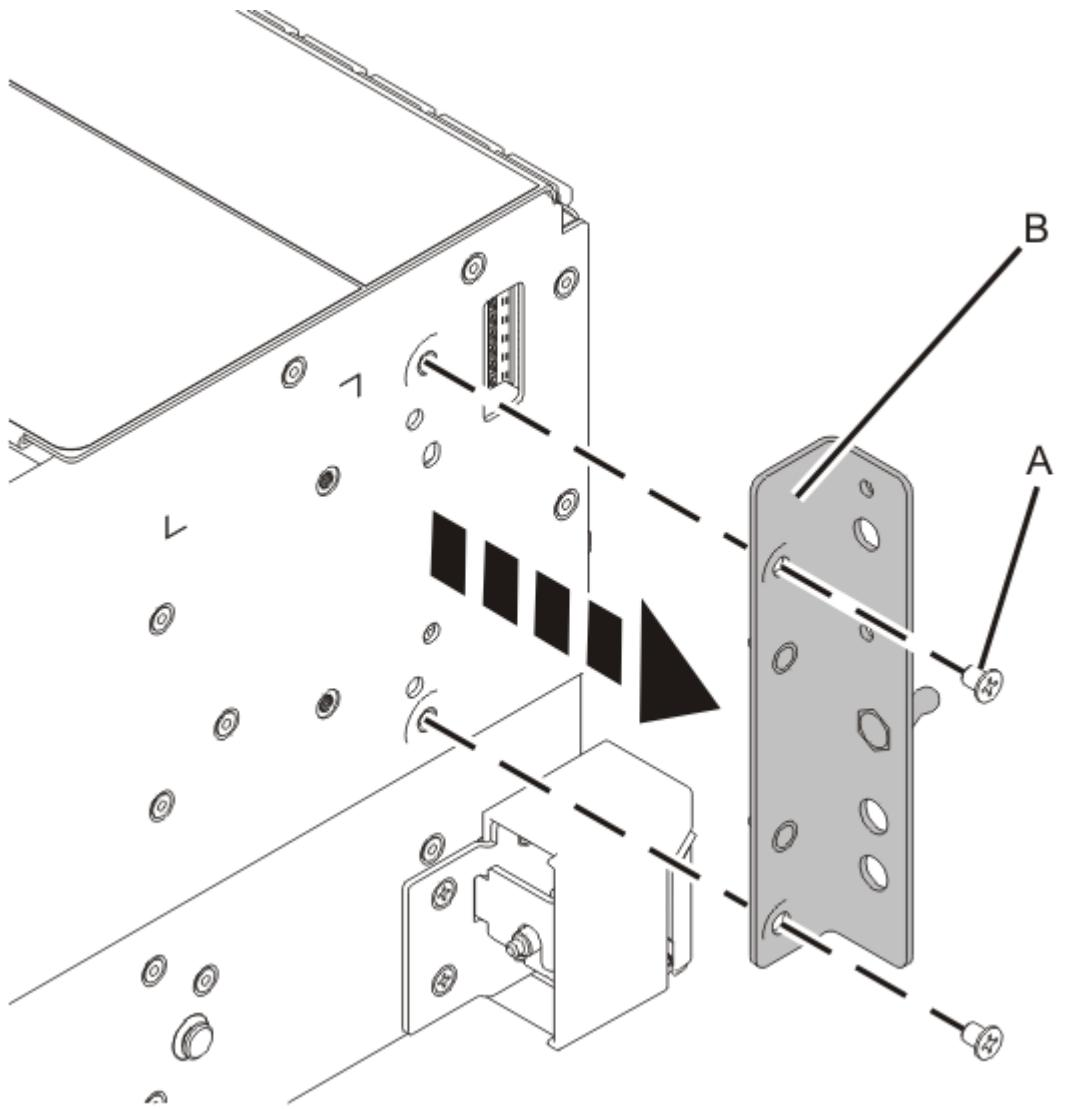

図 64. ラック・マウント型システムからのコントロール・パネル・ブラケットの取り外し
5. ラック・マウント型システムの場合、ブラケット (B) をシステムの側面に固定しているねじ (A) を取り外し (68 ページの図 64 を参照)、ブラケットを取り外します。